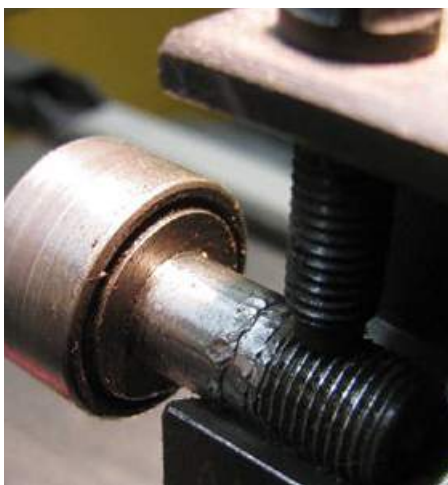
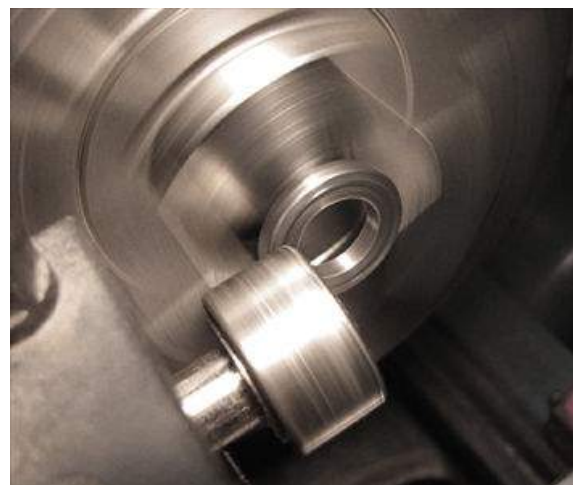

Bild 7.1
Bild 7.2
7.0). Den Planschlag korrigiere ich mithilfe eines Kugellagers auf einer kurzen Achse, welches im Werkzeughalter gespannt wird (Bild 7.1). Nun kann das Kugellager vorsichtig gegen die Planfläche der rotierenden Scheibe gefahren werden, bis diese gleichmäßig läuft (Bild 7.2). Anschließend wird auf die benötigte Scheibenbreite geplant und gefast.